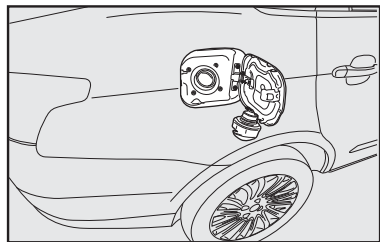

fig. 105
- após a retirada da tampa, encaixe-a no suporte existente na portinhola **fig. 105**.